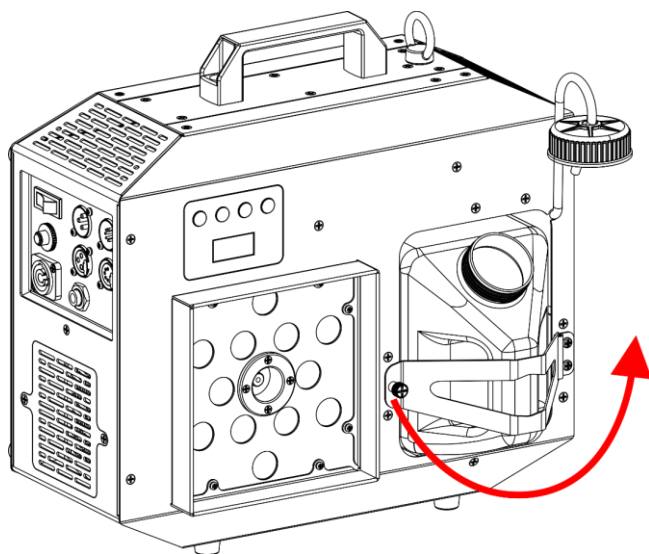

Fig. 08
- 03) Kantel de **beugel voor de vloeistoftank (03)**, zoals getoond in Fig. 08.